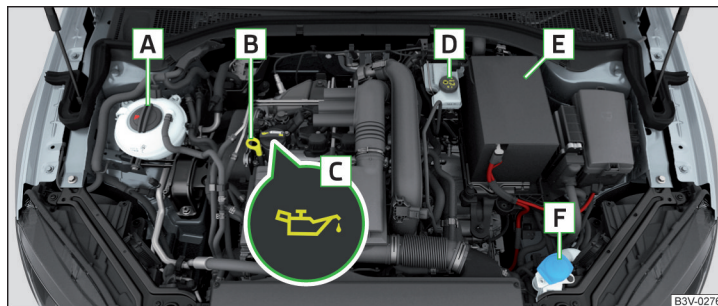

Fig. 319 Ejemplo de orden en el vano motor
- Desenrosque el tapón de la boca de llenado de aceite de motor **C** » fig. 319 de la pág. 282.